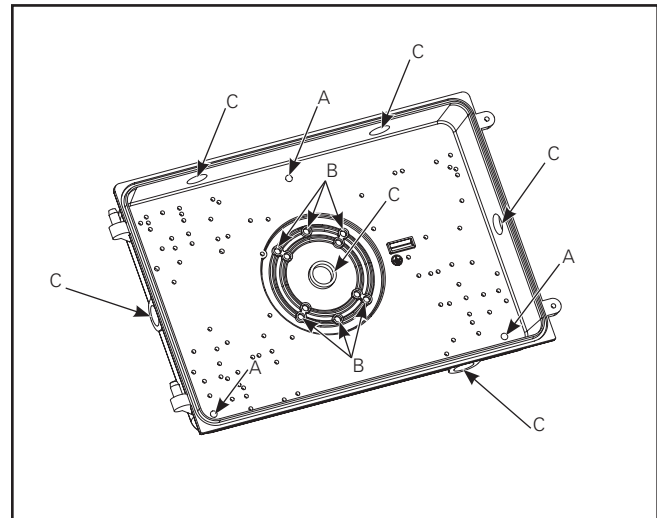

Figura 2.
2. La placa posterior tiene una plantilla grabada para el patrón de perforación para coincidir con las cajas de conexión empotradas estándar (B), los orificios para el montaje en la superficie (A), o el orificio roscado de 1/2” NPT para el conducto de superficie (C): Prepare la placa posterior para el montaje perforando o troquelando los orificios apropiados. (Figura 2)